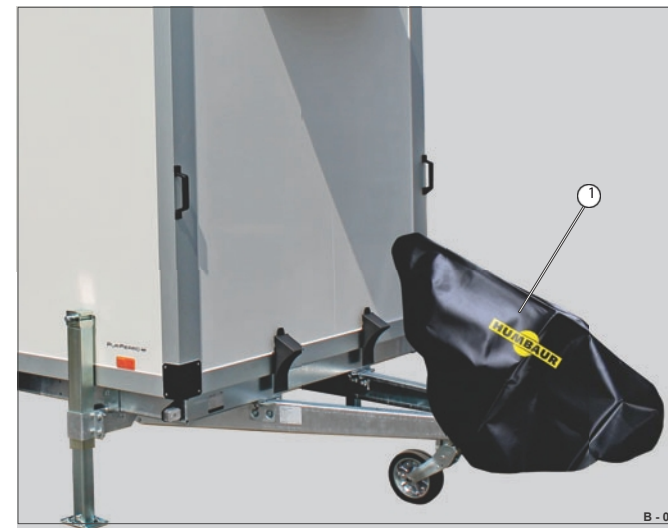

Fig. 6 Engate de inércia / acoplamento coberto
- Cobrir o engate de inércia com uma tampa (Fig. 6/1).